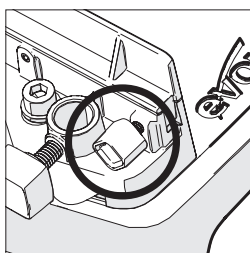

Fig. 5
- Desaperte o parafuso manual (**Fig. 5**).